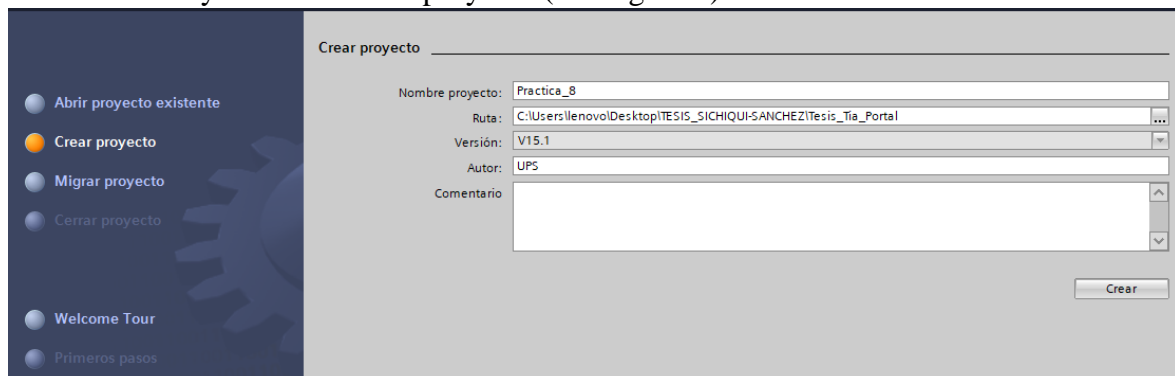

Figura 8. Crear nuevo proyecto.
(1) Abrir Tia Portal y crear un nuevo proyecto (ver Figura 8).